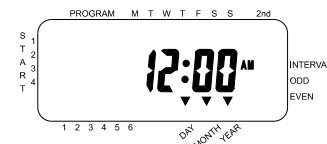

Ilustración 3: Pantalla LCD con información correspondiente
- Haga girar el dial a la posición Hora/Fecha [Vea la ilustración 3].
- En la pantalla se leerá 12:00 AM con tres flechas señalando el año (Y), el mes (M), y el día (D).